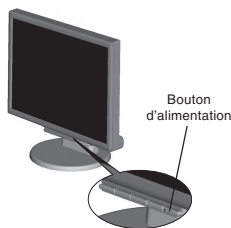

Figure C.1
4. Reliez tous les câbles au connecteur approprié à l'arrière du moniteur (**Figure B.1**). Branchez les écouteurs (non fournis) au connecteur approprié à l'arrière du moniteur (**Figure C.1**).
- Allumer le moniteur avec le bouton d'alimentation situé à l'avant (Figure C.1) ainsi que l'ordinateur.